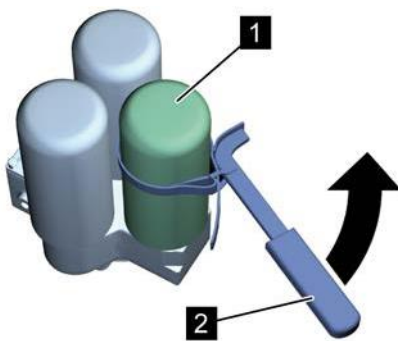

Рис. 43: Отсоединение тонкого очистителя
5. При помощи ленточного ключа (Рис. 43/2) отсоедините тонкий очиститель (Рис. 43/1) и снимите его.
6. Удалите остатки изношенного уплотнения с тонкого очистителя (Рис. 43/1).